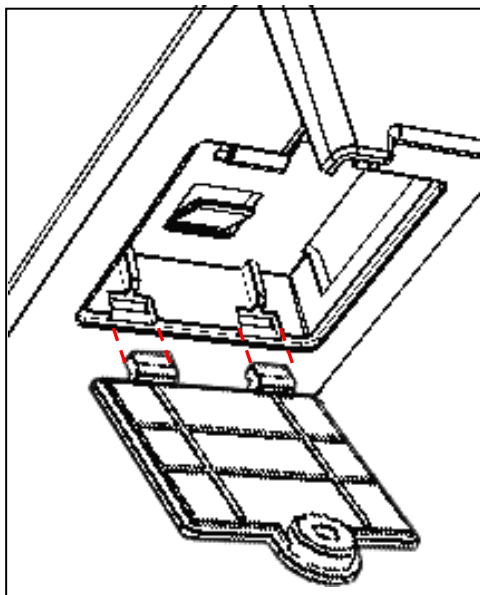

Рисунок 13. Извлечение крышки отсека для ФН (ФН условно не показан)
2. Освободить фиксаторы крышки из пазов отсека (см. рисунок 13), извлечь крышку.